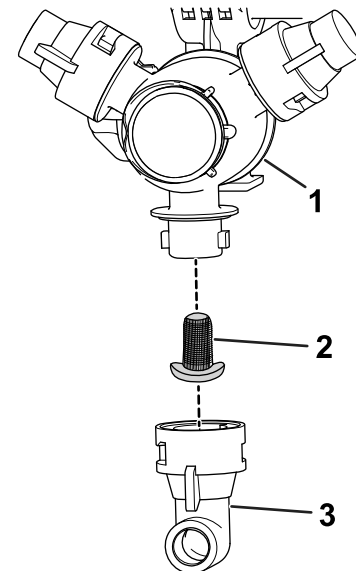

Figure 23
- Retirez la buse de la tourelle de pulvérisation (Figure 23).
- Déposez le filtre de buse (Figure 23).
- Remettez le filtre de buse (Figure 23).
- Installez la buse sur la tourelle de pulvérisation (Figure 23).